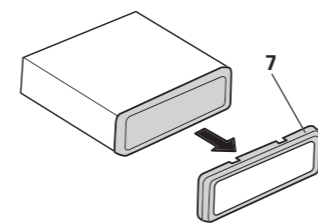
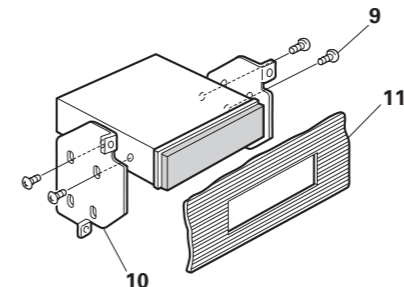
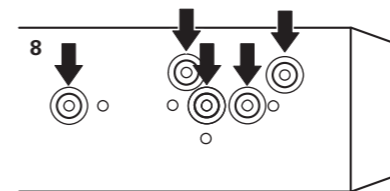

Fig. 5
Fig. 7
Fig. 6
**Installation using the screw holes on the side of the unit (Fig. 5) (Fig. 6) (Fig. 7)**
**Instalación usando los agujeros para tornillos ubicados en ambos costados de la unidad (Fig. 5) (Fig. 6) (Fig. 7)**
**Instalação utilizando os orificios de parafuso no lado do aparelho (Fig. 5) (Fig. 6) (Fig. 7)**